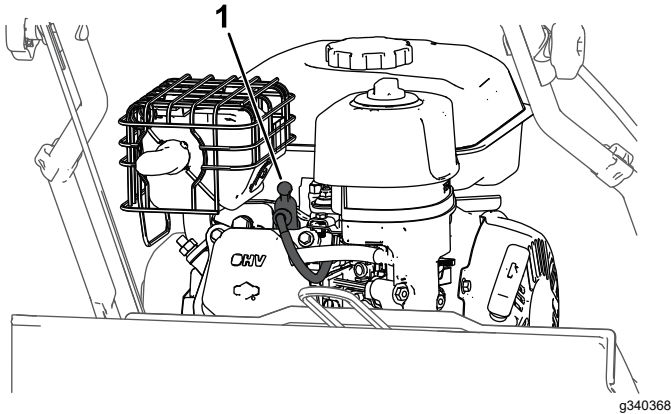

Figura 17
2. Desconecte el cable de la bujía (Figura 17).